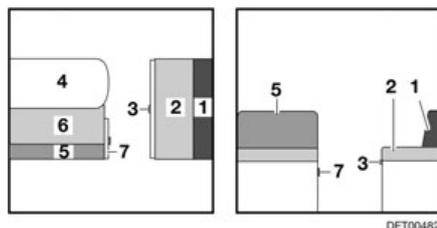

Fig. 132 Antes de la transformación
- Ampliar la mesa (Fig. 132,4) y transformarla en base de cama (véase apartado 7.7).
- Tirar del asidero y abrir la trampilla (Fig. 132,7).